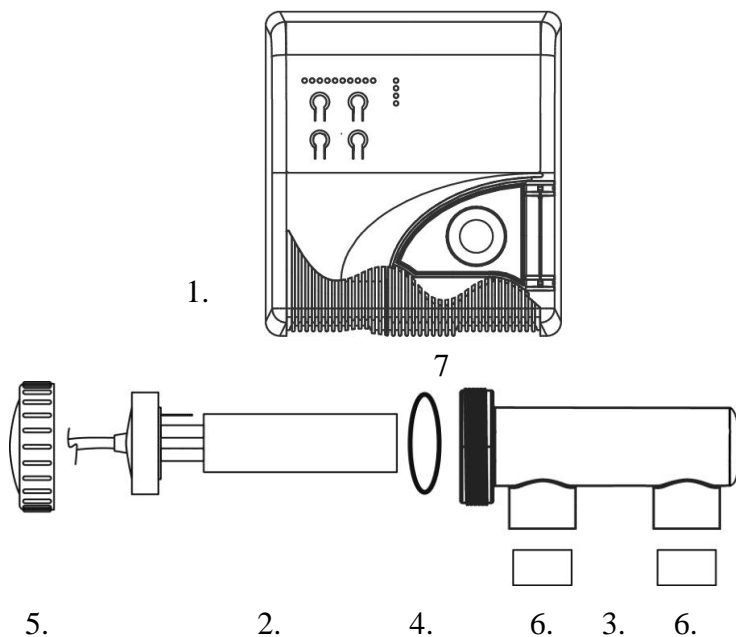

Figure 1.1
L'électrolyseur est livré avec un support de montage, 2 vis de montage et 2 chevilles de montage (Figure 1.1 (2), (3) & (4)). Tenez compte des points suivants lors du montage de l'électrolyseur.